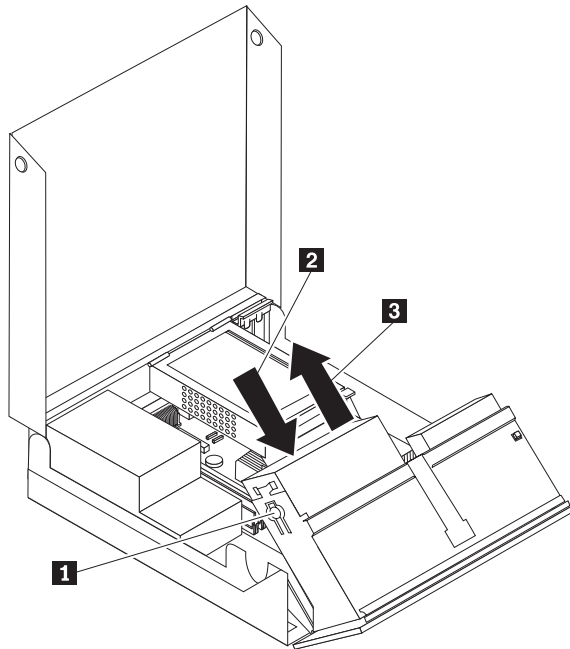

Figura 27. Rimozione dell'unità ottica
5. Far scorrere l'unità ottica **3** fuori dall'assieme del vano unità. Consultare la sezione Figura 27 a pagina 34.